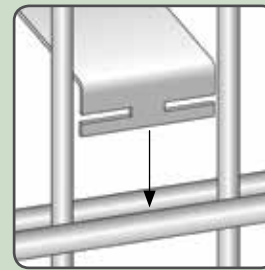

Abb. 3
- Befestigen Sie an den untersten Querstäben der Gittermatte 3 Abstandshalter (**Abb. 3 + 4**)